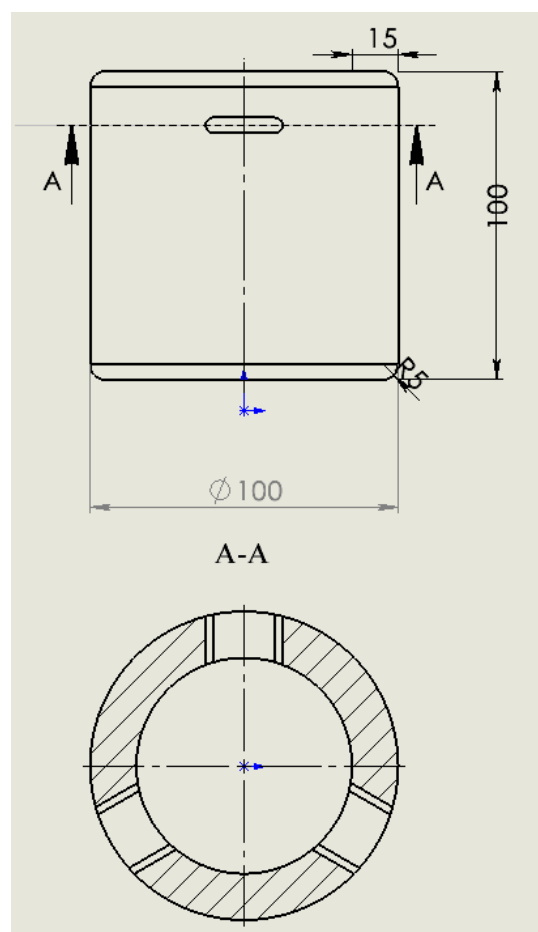

Рисунок 3.7 – Розріз
3. Натискання знаку  приведе до створення розрізу, який можна розмістити спочатку за проекційним зв'язком, а потім перенести в необхідне місце на кресленику (рис. 3.7).